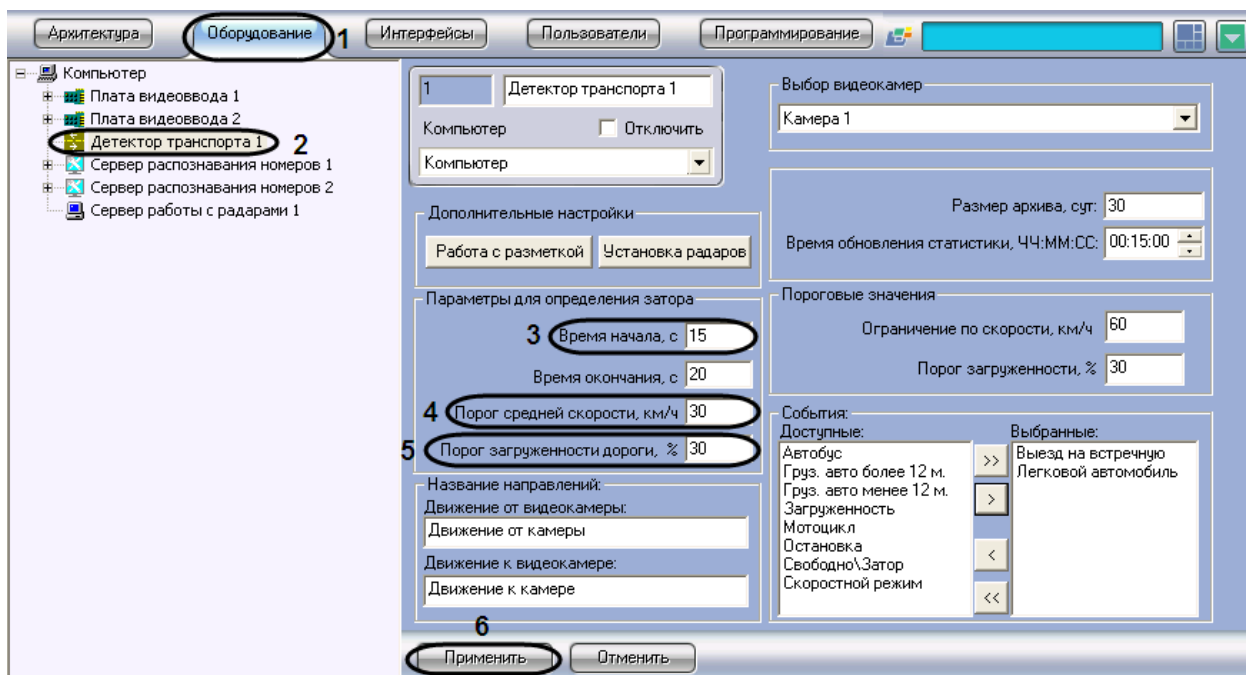

Рис. 7.4—17. Указание параметров образования затора на дороге
1. В диалоговом окне «Настройка системы» перейти на вкладку «Оборудование» (см. Рис. 7.4—17, 1).
2. В дереве объектов на вкладке «Оборудование» выбрать объект «Детектор транспорта», соответствующий настраиваемому программному модулю «Детектор транспорта» (см. Рис. 7.4—17, 2). В правой части вкладки «Оборудование» отобразится панель настройки выбранного объекта.
3. Указать период времени, в течение которого должны выполняться условия начала транспортного затора (см. Рис. 7.4—17, 3).
4. Указать минимальную среднюю скорость движения транспортного потока, до которой образование транспортного затора не возникает (см. Рис. 7.4—17, 4).
5. Указать процент загруженности дороги, выше которого возникает вероятность возникновения транспортного затора (в том случае, если другие параметры удовлетворяют условиям возникновения транспортного затора) (см. Рис. 7.4—17, 5).